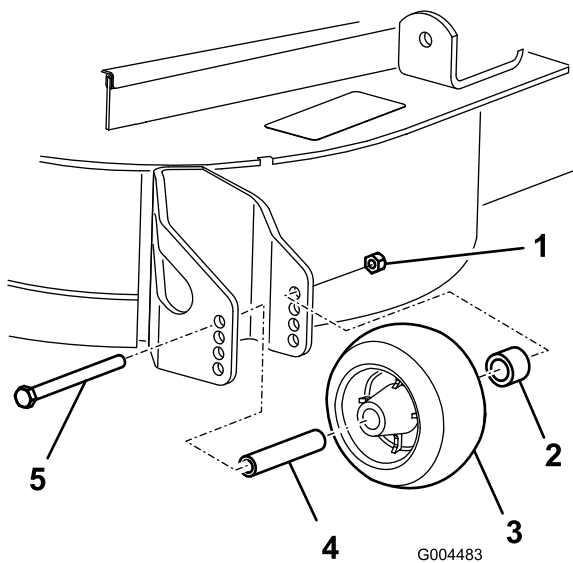

Bild 23
3. Nach dem Einstellen der Schnitthöhe sollten Sie die Rollen einstellen. Nehmen Sie die Bundmutter, die Büchse, das Distanzstück und die Schraube ab (Bild 23).
5. Setzen Sie die Bundmutter, die Buchse, das Distanzstück und die Schraube ein. Ziehen Sie sie auf 54–61 Nm an (Bild 23).